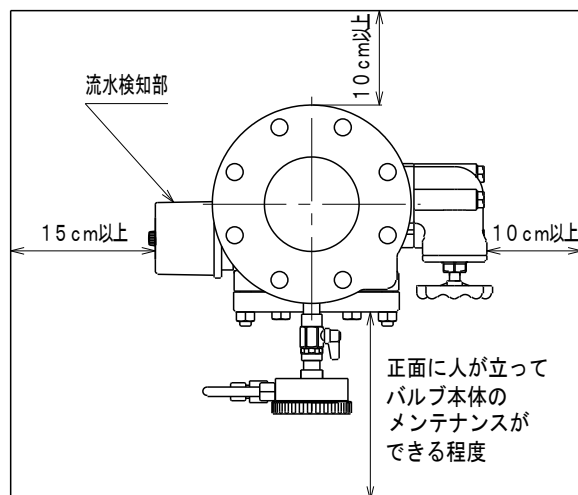

図6. 必要メンテナンススペース
(1) 据付前準備
- ①流水検知装置を据え付ける前に図6で示す必要メンテナンススペースを確保してください。特に、流水検知部の側面から15cm以内に配管や電線管などの障害物があると、流水検知部のカバーの取り外しや作動信号の停止およびメンテナンスなどを行うことが出来なくなります。